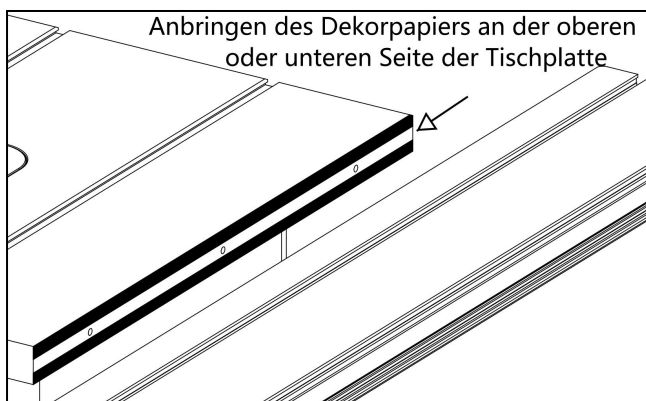

Abb.12
8. Wenn der Schiebetisch nicht genau parallel zur Sägeblatt verläuft, könnte das Werkstück binden und sich zurück in Richtung des Bedieners katapultieren, was zu schweren Verletzungen führen kann. Sie MÜSSEN sicherstellen, dass der Schiebetisch parallel zum Sägeblatt verläuft, bevor Sie irgendeine Operation durchführen, um Verletzungen durch Zurückschlagen zu vermeiden. Sie können Unterlegscheiben verwenden oder Krepppapier an der Seite des Tisches anbringen, wie in Abbildung 12 gezeigt, um die Parallelität anzupassen ($\leq 0,1$ mm).